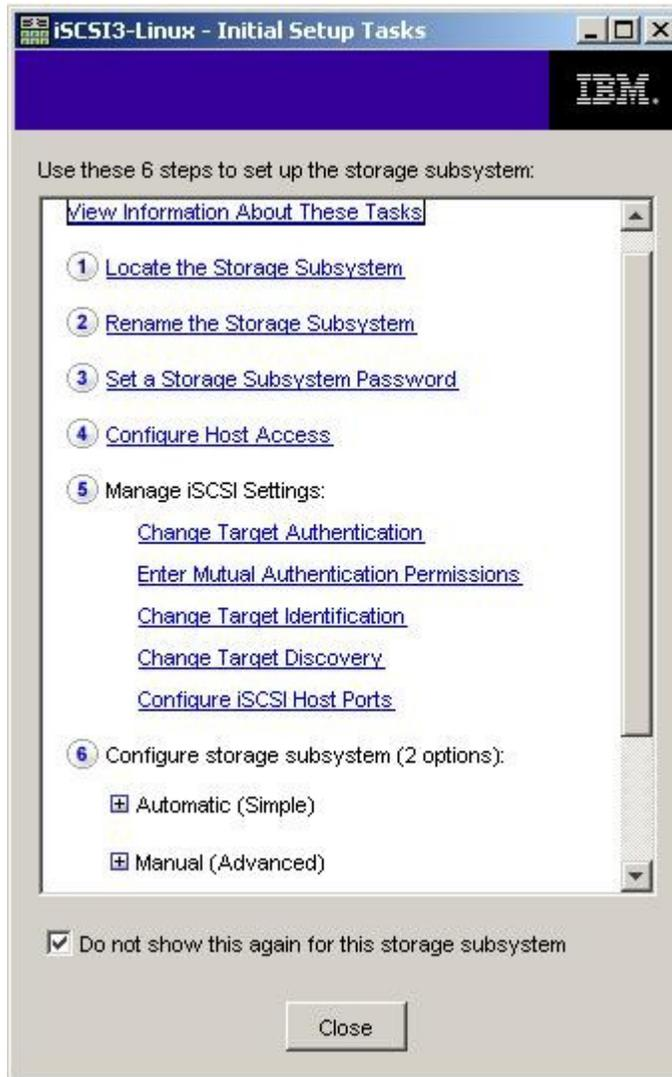

Figura 11. Ventana Initial Setup Tasks en la ventana Subsystem Management
3. En la página **Summary**, pulse **Perform Initial Setup Tasks**. Se abrirá la ventana Initial Setup Tasks. como puede verse en la Figura 11.